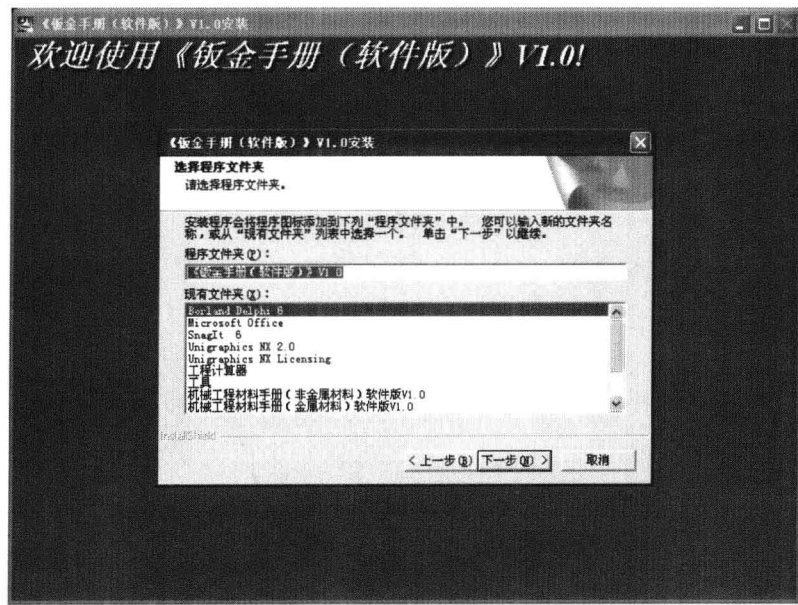

图 1.8 选择程序文件夹界面
(8) 单击“下一步”按钮，进入如图 1.8 所示的选择程序文件夹界面。您可以输入新的文件夹名，或从现有文件夹列表选择一个。